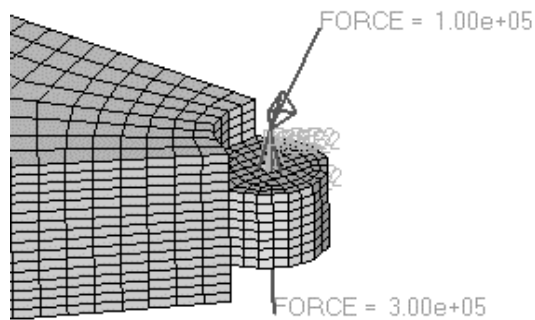

图 8-5 静力作用的节点
- (1) 在 Set Current Load Collector 中选择 Static_loads。
- (2) 在 Analysis 界面选择 forces。
- (3) 确认 nodes 按钮是激活的, 如果不是, 单击 nodes。
- (4) 选择控制臂末端刚性单元顶部的节点, 如图 8-5 所示。
- (5) 确保设置为 global system。
- (6) 设置 magnitude 为 $1e+05$ 。
- (7) 单击 N1、N2、N3 旁边的开关, 并选择 x-axis。
- (8) 确保 load types 为 FORCE。
- (9) 单击 create 按钮。
- (10) 选择 (4) 步中的同一节点。
- (11) 设置 magnitude 为 $3e+05$ 。
- (12) 把力的方向改成 z-axis。
- (13) 单击 create 按钮。
- (14) 单击 return 按钮回到 Analysis 面板。